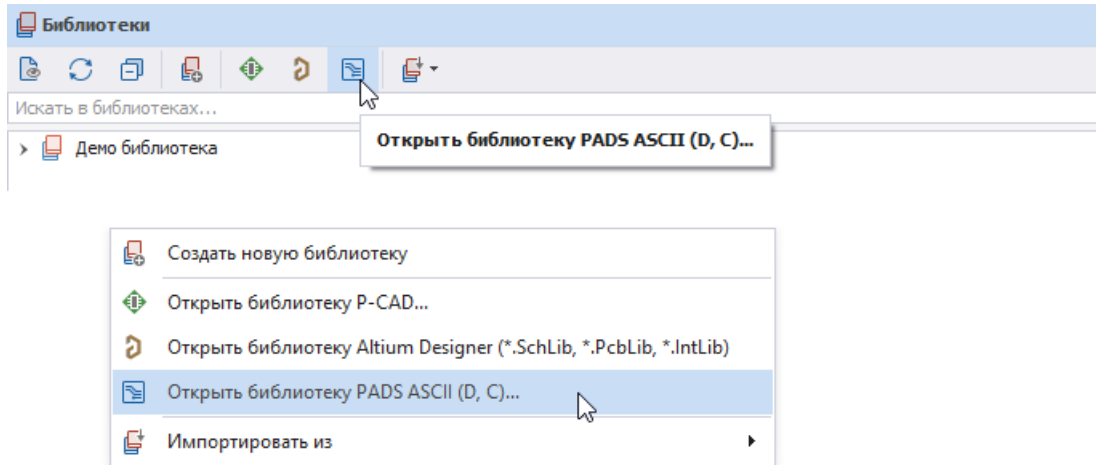

Рис. 2 Открыть библиотеку
1. Во встроенном меню функциональной панели «Библиотеки» выберите , см. Рис. 2, или вызовите контекстное меню с любого пустого места панели «Библиотеки» и выберите «Открыть библиотеку PADS ASCII (D, C)...».